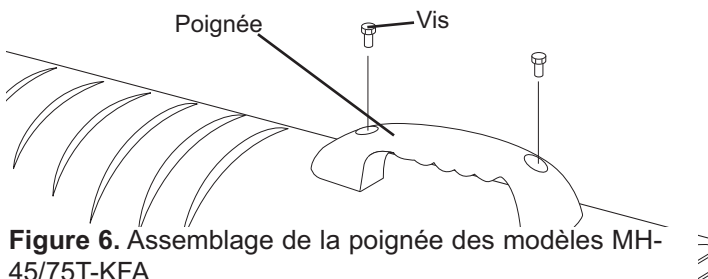

Figure 6. Assemblage de la poignée des modèles MH-45/75T-KFA
1. Aligner les trous dans le logement supérieur avec les 2 trous de montage sur la poignée, comme indiqué à la Figure 6.